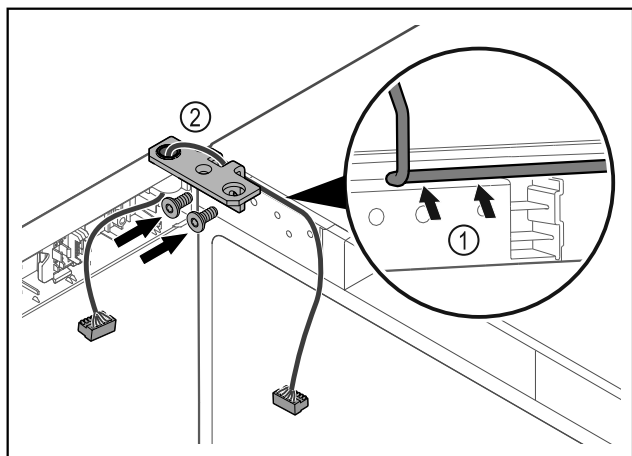

Fig. 47
- ▶ Vadiet kabeli caur loknā kronšteina padziļinājumu un uzmanīgi izvietoiet Fig. 47 (1).
- ▶ Pieskrūvējiet lokamos kronšteinus Fig. 47 (2).